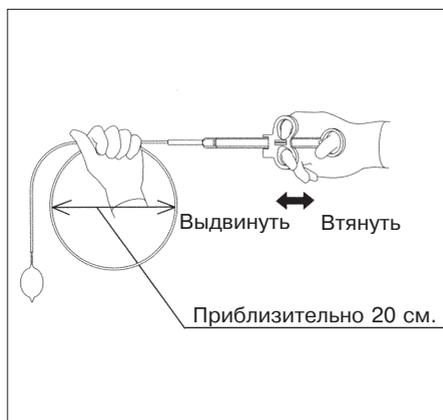

Рис. 4.2
1. Удерживая инструмент, как показано на рис. 4.2, сформируйте из вводимой части электрохирургическую петлю диаметром приблизительно 20 см в диаметре.